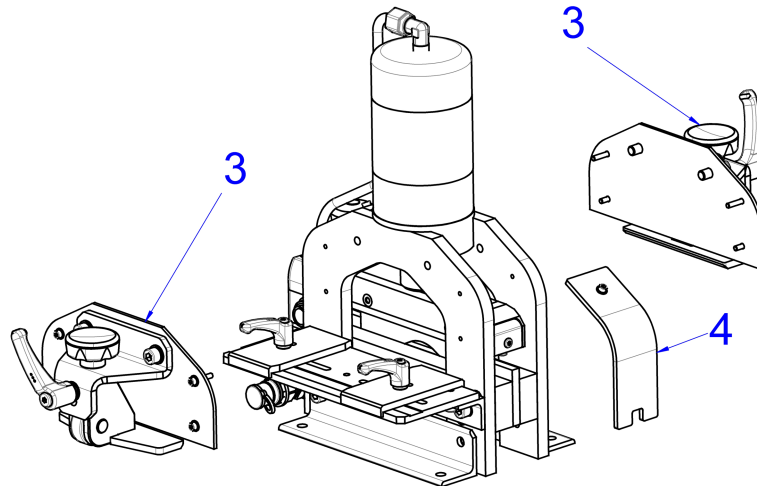

Abb. 11: Demontieren der Niederhalter
- Die beiden Niederhalter (Abb. 11, 3) und das seitliche Sichtschutzfenster (Abb. 11, 4) demontieren.
- Abschließend die Niederhalter (Abb. 11, 3) und das Sichtschutzfenster (Abb. 11, 4) anschrauben und den Hydraulikschlauch wieder anschließen.